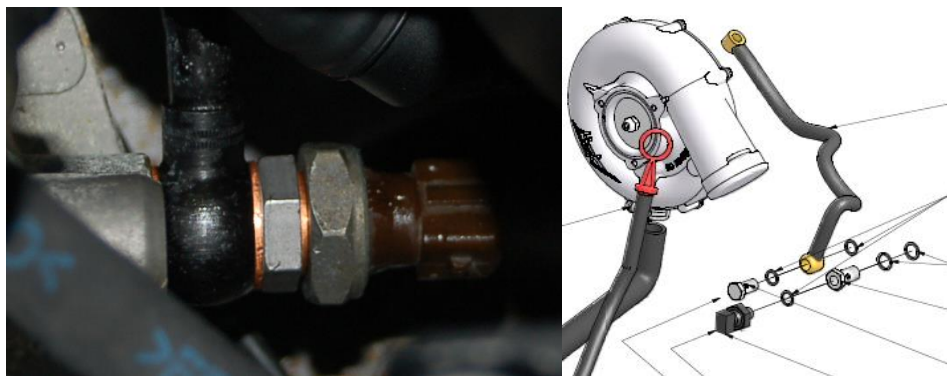

Abbildung 14: NACH dem Umbau mit Abzweig für Kompressor
- 28. Öldruckschalter (Abb. 14, Pos. 1) am Gehäuse des Ölfilters ausbauen
- 29. Hohlschraube (Abb. 14, Pos. 2) demontieren